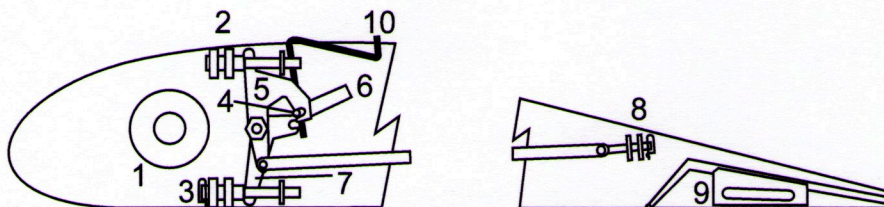

Bild 12: Holmanschluss mit Bolzen in gesichertem Zustand
- 7.** Kontrollieren, dass alle drei Holmbolzen voll eingeschoben sind (mit Verlängerung auf Bolzenende drücken). Zum Stecken der Sicherungsnadel 10 (Bild 12) Verlängerung leicht drücken und wackeln, dann abziehen. Bolzen 8 und 3 mit Fokkernadel sichern. Bolzen 2 und 3 werden noch durch Hebel 5 und 7 in Verbindung mit Stift 4 gesichert (s. Bild 12).
WARNUNG: Nach Montage des Flügels überprüfen, dass alle Anschlussbolzen voll eingeschoben und gesichert sind. Die Spitze der Sicherungsnadel 10 (Bild 12) schaut aus der Verkleidung heraus.